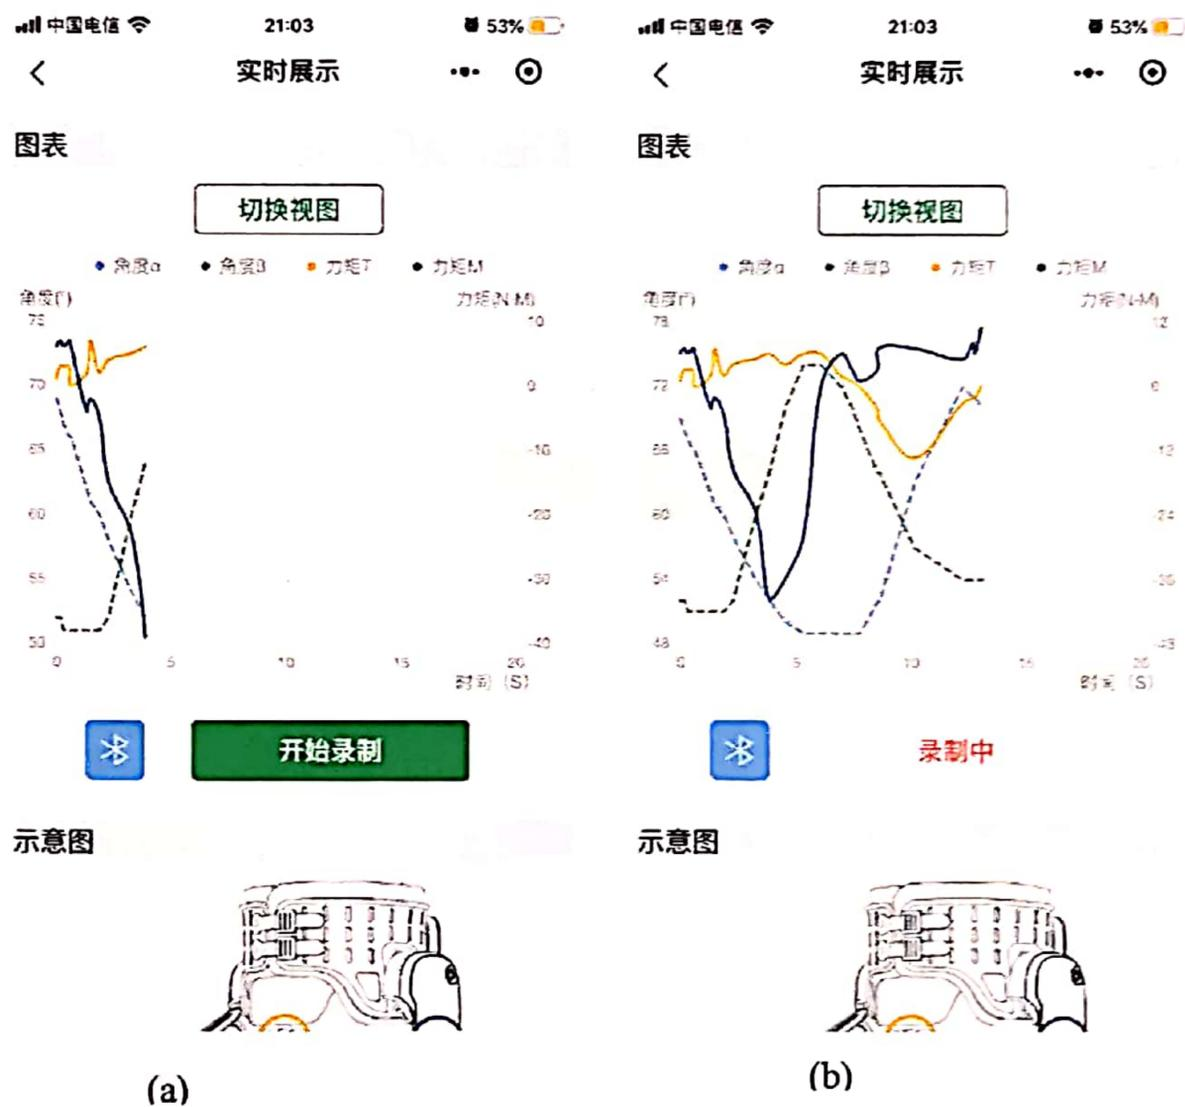

图 5.8 连接蓝牙与录制
点击灰色蓝牙图标按钮，连接穿戴式下肢助力器。需要手机开启蓝牙功能，有的手机需要同时开启定位功能。如图 5.8 (a) 所示，为连接蓝牙后发送数据的状态。注：刚开机时，穿戴式下肢助力器没有发送数据，将会无曲线显示。
1) 在蓝牙连接状态可以录制显示的曲线数据信息。点击开始录制按钮，开始录制数据。如图 5.8 (b) 所示。